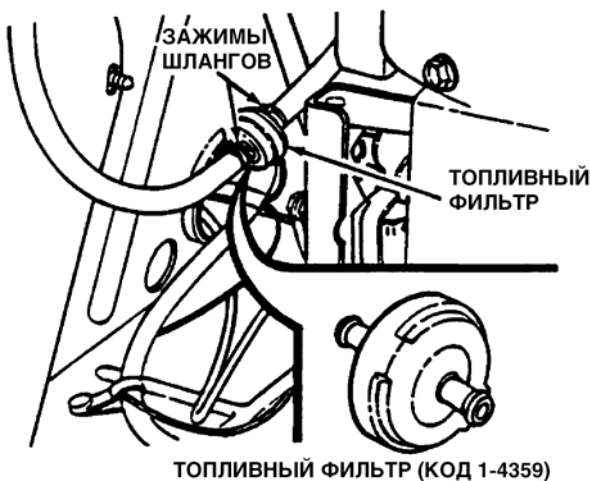

Рис. 3.11
3. Установите новый топливный фильтр. См. рис. 3.11.